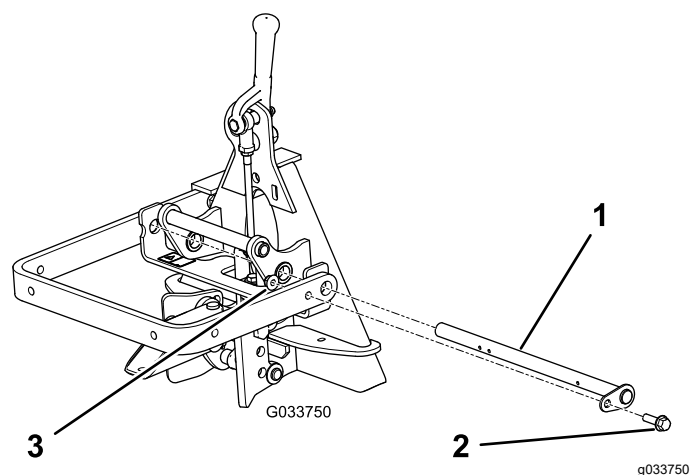

Рисунок 5
2. Вставьте поворотную штангу в отверстия (Рисунок 5).
3. Совместите отверстие в крепежной пластине с отверстием в подъемном рычаге и установите болт с фланцевой головкой и фланцевую контргайку (Рисунок 5).